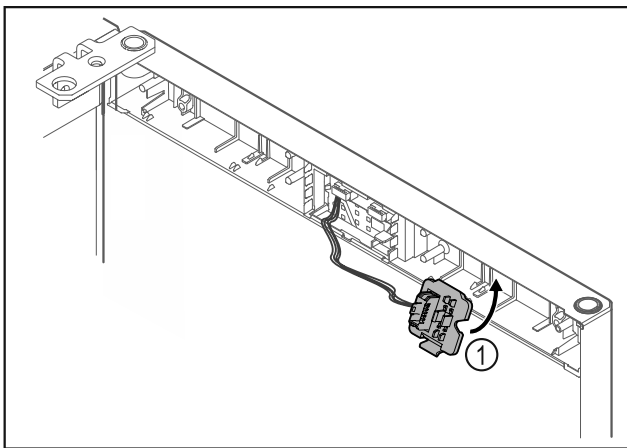

Fig. 21
- ▶ Pattintsa be a dugófoglalatot Fig. 21 (1) az ellenkező oldalon.